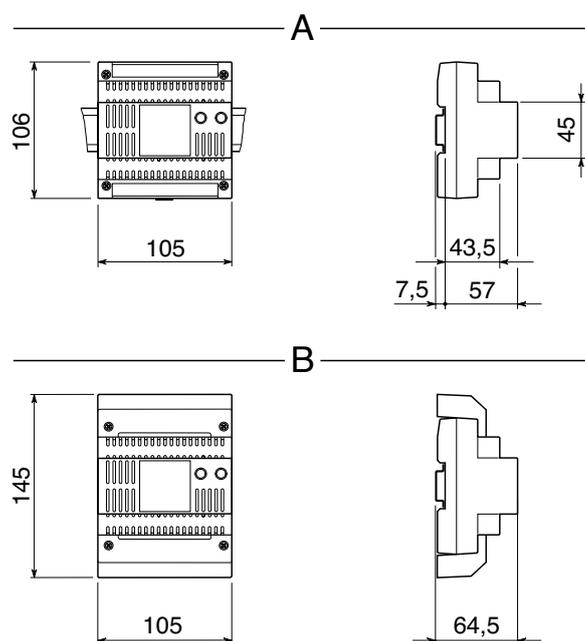

fig. 1
- Общие размеры приведены на рис. 1.
- For the overall dimensions see figure 1.